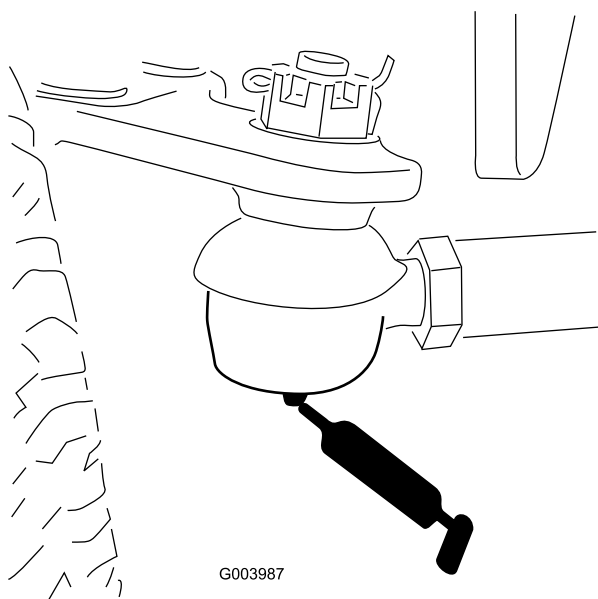

Figure 54
- Bielle d'essieu arrière (2) (Figure 54).